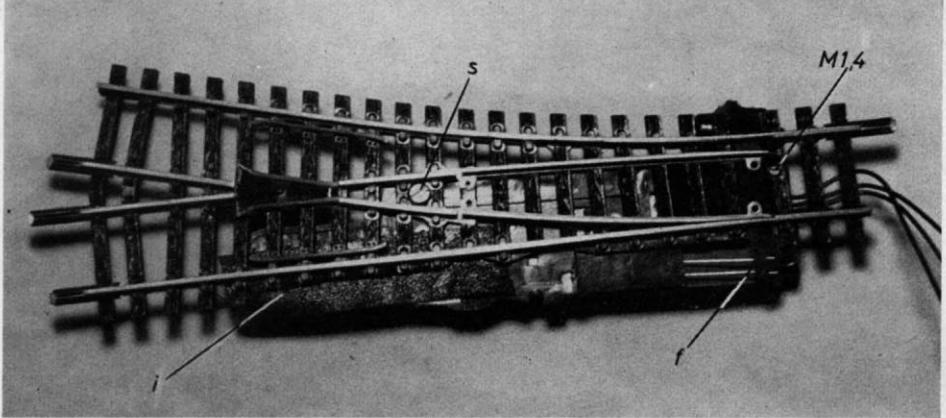
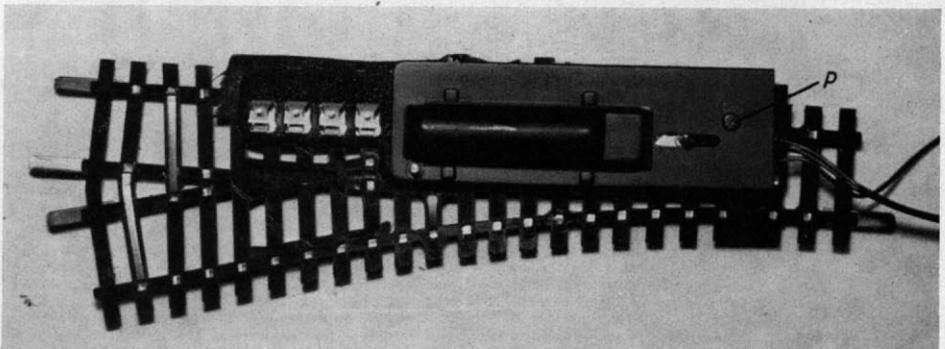
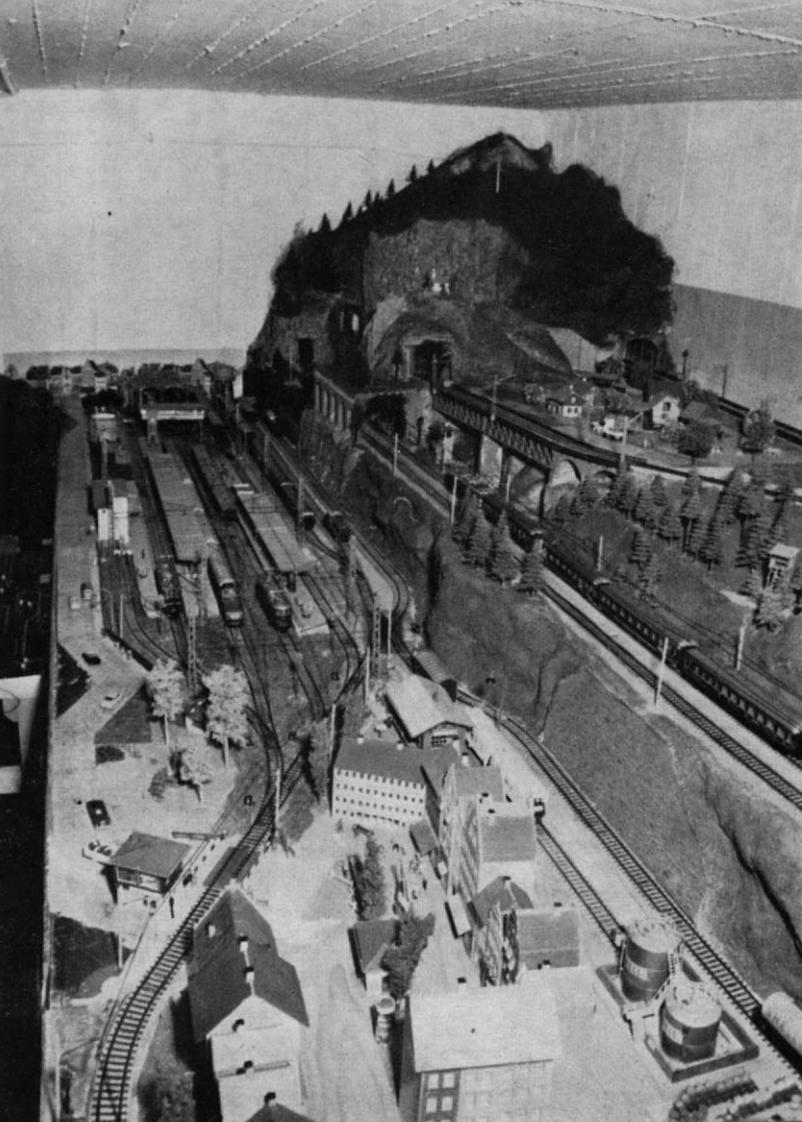

Abb. 2. Die nach dem Umbau wieder montierte Weiche mit dem nach unten „umgeklappten“ Antrieb (von oben gesehen).
Abb. 3. Von unten betrachtet bietet die umgebaute Weiche diesen Anblick.
Abb. 1 (Vergleich zu
Abb. 2. Ein Piko- und ein Arnold-Wagen bieten – miteinander gekuppelt – von oben dieses Bild. Der Pufferabstand ist, wie man sieht, recht erheblich und die Kupplung selbst kann kaum mit der Arnold'schen (links) konkurrieren.
2. Plastikteil, auf dem der Antrieb montiert ist, vom Gleisteil vollkommen absägen (mit Laubsäge), dabei Zuführungen zu den Umschalter-Kontakten mit durchsägen. Der Schnitt ist nicht gradlinig (siehe Abb. 1).
Abb. 1. Die in die zum Umbau benötigten Einzelteile zerlegte Fleischmann-Weiche. Der Antriebsteil ist nicht mit einem geradlinigen Schnitt abzutrennen, sondern etwa so „gekurvt“, wie hier zu sehen.
3. Bei a, b und c (Abb. 1) kleine Stücke aus dem Plastikkörper aussägen und bei b und c die Kontakt-Blechstreifen nach unten umbiegen; damit sind diese wieder festgelegt.
5. Antrieb einfach nach unten umklappen, also Rücken an Rücken mit dem Schwellenrost (siehe Abb. 2 und 3). Dabei ein Stück Isolierband i zwischen Anschlüsse und Gleis legen (siehe Abb. 1 und 2).
6. M 2-Senkschraube s (10 mm lang, mit kleiner Unterlagscheibe aus Plastik, siehe Abb. 1) von oben in der Nähe des Herzstückes zwischen zwei Schwellen nach unten durch das aufgebohrte Loch d des Weichenantriebes stecken (Abb. 2) und das Ganze mit einer M 2-Mutter zusammenhalten.
7. Weichenantrieb nun zusammenbauen: Zuerst Schaltstück und Federn einsetzen; dabei passen die Federn (f in Abb. 2) genau wieder in die Zungenstellschwelle Z, nur eben von unten. Anker dann ebenfalls einsetzen.
8. Damit der Antrieb noch an einem zweiten Punkt mechanisch mit dem Gleiskörper verbunden ist, wird er mit einer M 1,4-Schraube befestigt (siehe Abb. 2). Deshalb Weichenantrieb zunächst so justieren, daß er einwandfrei umschaltet. Dann für die M 1,4-Schraube ein Loch mit 1,5 mm \varnothing bohren und beide Teile mit dieser Schraube und einer Mutter befestigen.
9. Der Antriebsdeckel kann nun mit der dafür vorhandenen Plastikschrabe p (Abb. 3) und, wenn man will, auch noch mit einer M 2-Mutter (Schraube s, Abb. 2) befestigt werden.
Abb. 2 (Vergleich zu Abb. 1, Heft 15/XV, S. 653). Im Vordergrund: Kopfbahnhof „Neustadt“ mit Gleisbildstellpult. Oben rechts Bf. „Blausee“ (ebenfalls mit Kopfbahnhof). Mitte: Touropezug von Trix mit Märklinradsätzen und -Kupplungen und Ae 6/6 auf der Ringstrecke. Die Signale im Bahnhof „Neustadt“ stammen von Heless.